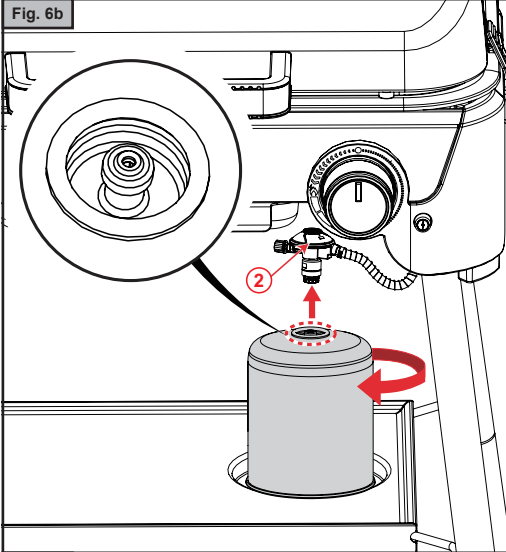

Fig. 7a
- Évitez de tordre le flexible. Vérifier qu'il se déroule normalement sans torsion ni traction ni contact avec les parois chaudes de l'appareil (Fig. 7a, 7b & 7c).
- Placez la cartouche sur l'étagère basse dans l'emplacement prévu à cet effet, en faisant de préférence passer le tuyau derrière le tube arrière droit. Exercez un léger effort sur la cartouche jusqu'à ce qu'elle soit clipsée. (Fig. 7a).
Ne tirez pas sur le flexible et ne le percez pas. Tenez-le à l'écart de toutes les parties qui chauffent. Assurez-vous que le flexible se tend normalement, sans le tordre ou tirer dessus (Fig. 7a, 7b & 7c).